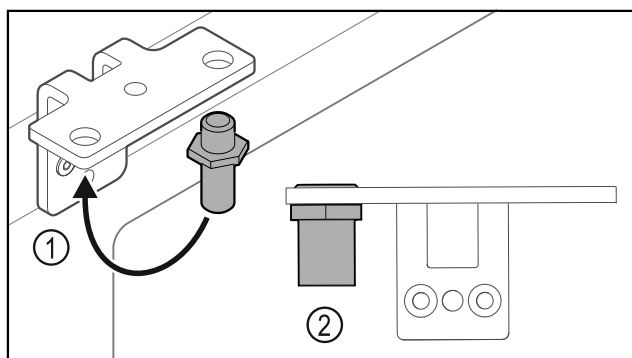

Fig. 33
- ▶ Flyt bolten Fig. 33 (1) i hængselvinklen.
- ▶ Spænd bolten Fig. 33 (2) med et **drejemoment på 12 Nm**.